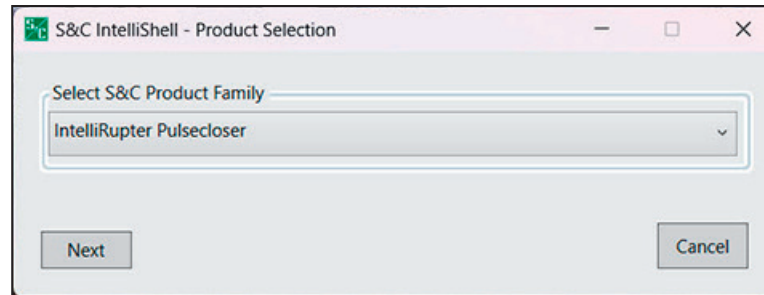

Figura 14. La ventana de diálogo Selección de Productos—IntelliShell de S&C.
**PASO 3.** Seleccione la opción **IntelliRupter PulseCloser** y haga clic en el botón **Serie** para realizar una conexión en serie, o haga clic en el botón **Wi-Fi** para realizar una conexión Wi-Fi. Ver Figura 14.